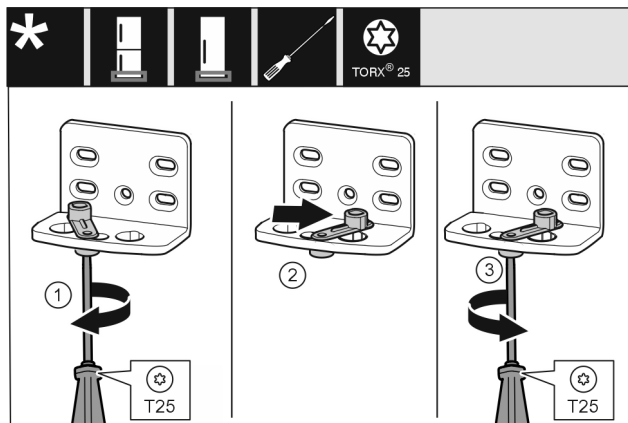

Fig. 16
- ▶ Lazán tekerje be a csavart Fig. 16 (1) csavarhúzóval.
- ▶ Emelje meg az ajtó záródását segítő egységet Fig. 16 (2), és 90°-kal jobbra forgatva tekerje be a furatba.
- ▶ Húzza meg a csavart Fig. 16 (3) csavarhúzóval.